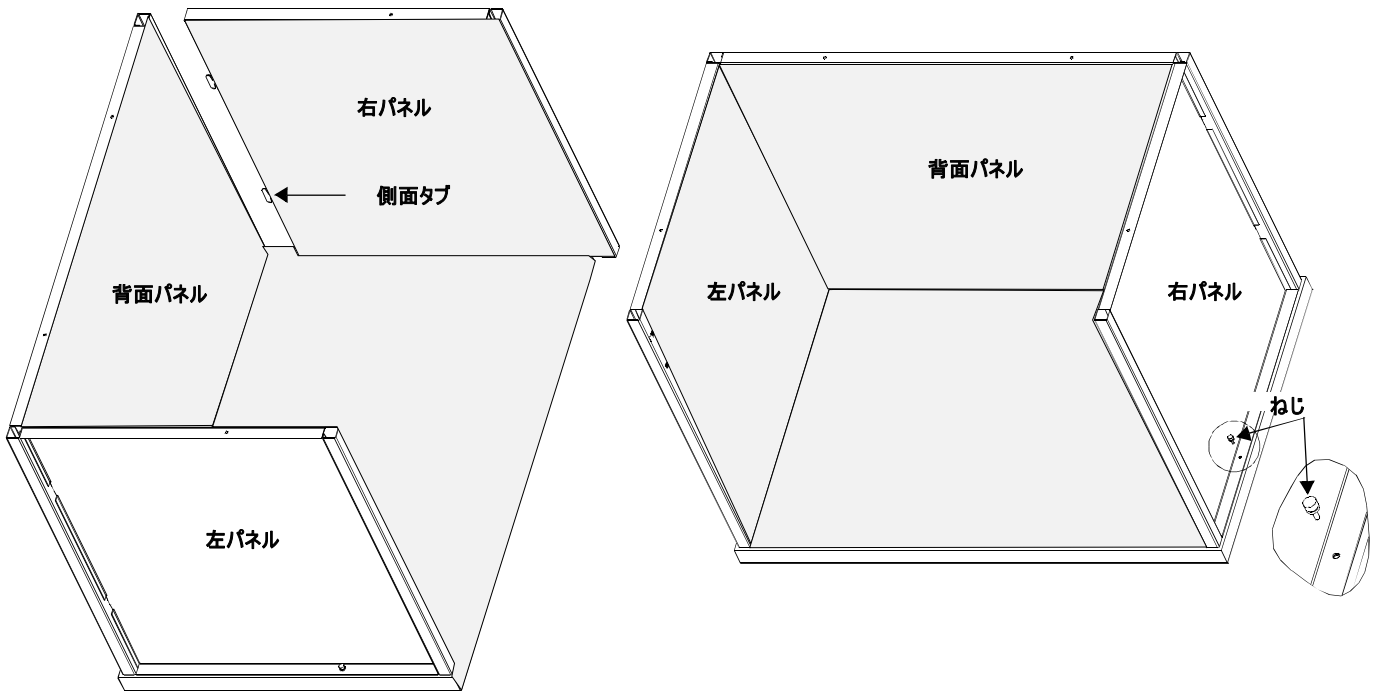

図4 右パネルを背面および底パネルに挿入した状態
6. 右パネル（#4）側面のタブを、背面パネル（#2）に挿入します。図4の通りに、右パネルと底パネルを2本のねじで固定します。